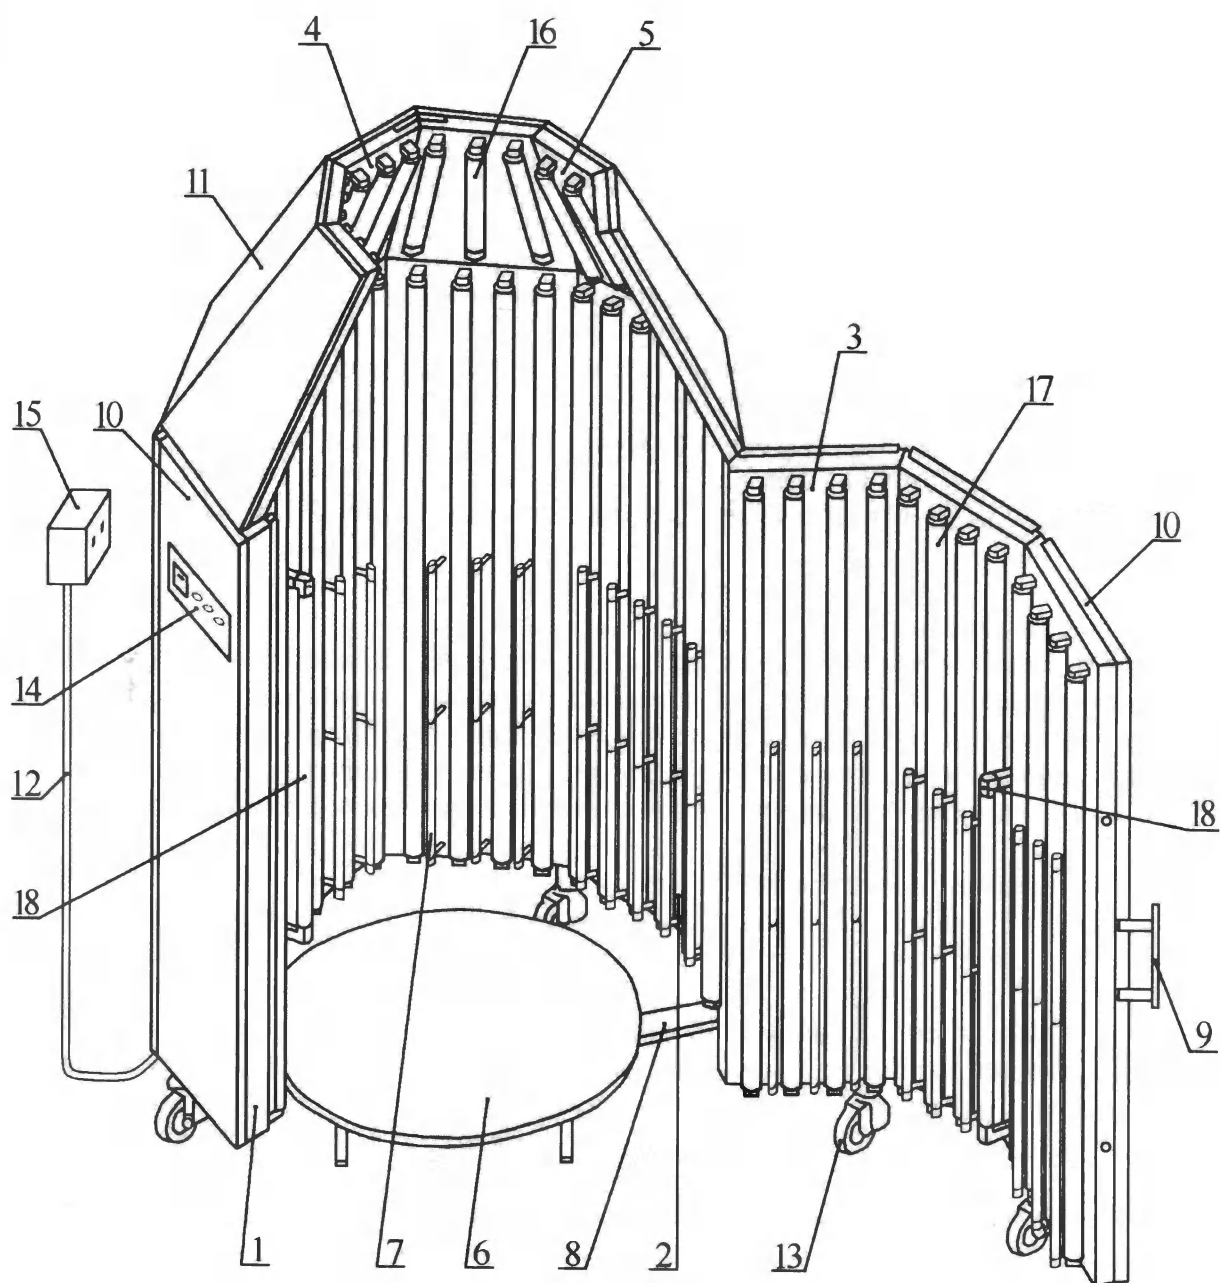
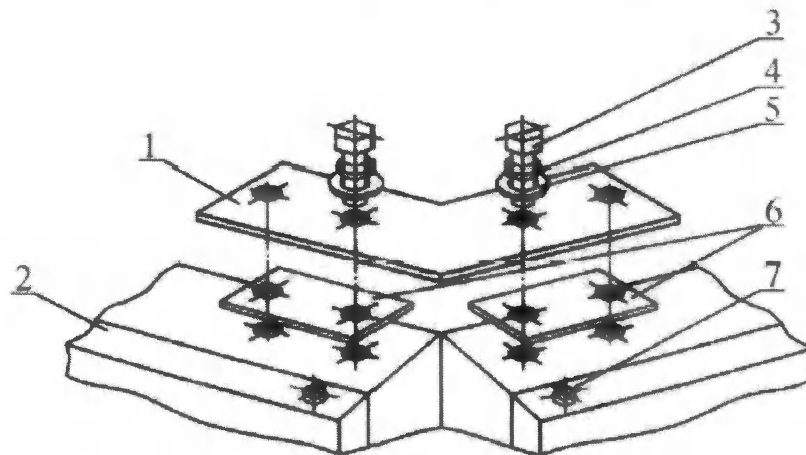

Рис.1
Рис.3 Узел крепления блоков блучателей 1,2 и 4,5:
- 4.2 Блоки излучателей 1, 2 и жёстко скреплены друг с другом, в нижней части соединительной планкой 8, на которой закреплена подставка 6 с неподвижными опорами. Блоки излучателей 4, 5 соединены между собой в верхней и нижней части жестко пластиной 1 (см. рис.3)
- 6.1.4 Блоки облучателей 1 и 2 (см. рис.1) поставить на роликовые опоры (колеса) 13. Соединить их друг с другом в верхней части (см. рис.3) с помощью планки 1, предварительно подложить под нее подкладки 6. Затянуть болтами 3, подложить под каждый болт шайбы 5 и 4.
- 6.1.9 Установить стяжку в нижней части между секциями 1 и 2 (рис. 1), закрепить болтами, под каждый болт установить шайбы 4 и 5.
- 6.1.12 Соединить два блока 4 и 5 верхнего яруса в верхней и нижней части с помощью планки 1 предварительно, подложив под нее прокладку 6 (см. рис.3)
7.1.2 В начале смены выключатель 15 (рис.1) поставить в положение «Вкл» (один раз в смену), должен засветиться экран «Контроллера».
7.1.5 В конце смены поставьте выключатель 15 (рис.1) в положение «Выкл», экран «Контроллера» должен погаснуть.